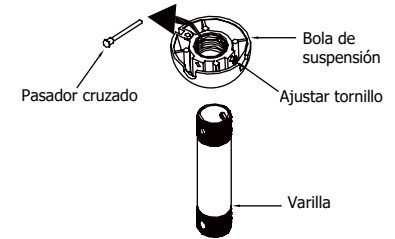

Fig. 7
Paso 3. Retire la bola de la percha del ensamblaje de la varilla descendente aflojando los tornillos de fijación, quitando el pasador de cruz y deslizando la bola de la varilla. (Fig. 7)